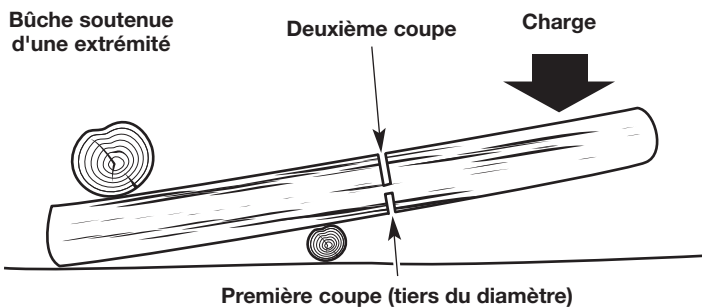

Fig. 22
- Si la bûche est soutenue sur une extrémité (Fig. 22), faites la première coupe depuis le bas (tronçonnage par dessous). Reportez-vous à *Tronçonnage par-dessous*.